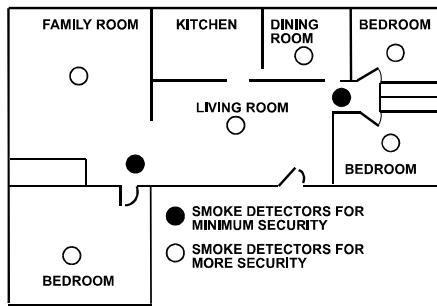

图 6. 有多个休息区的单层建筑探头安装示意图。
- 如图5所示, 在每个通往卧室的通道安装一个烟感探头, 两个不同的卧室需要分别安装两个探头, 如图6所示